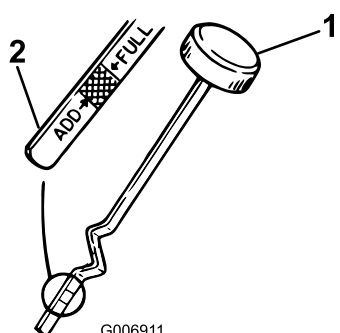

Figure 19
- Retirez la jauge d'huile et essuyez soigneusement l'extrémité métallique (Figure 19).